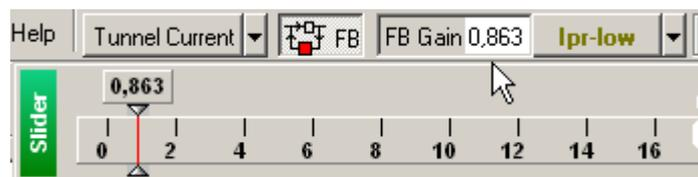

Рис. 10-6
1. Дважды щелкните левой клавишей мыши в поле ввода параметра **FB Gain** на панели основных операций (Рис. 10-6). С помощью появившегося бегунка увеличивайте величину **FB Gain**, следя за уровнем сигнала **IprLow** при помощи программного осциллографа.